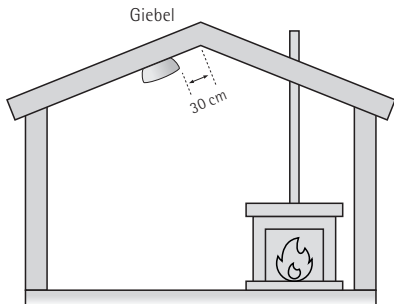

Abb.2 Montage in Räumen mit schrägen Decken: CO-Warmmelder auf der höheren Seite des Raumes installieren
- In Räumen mit Dachschräge sollte der CO-Warmmelder an der höchsten Stelle installiert werden (siehe Abb. 2).